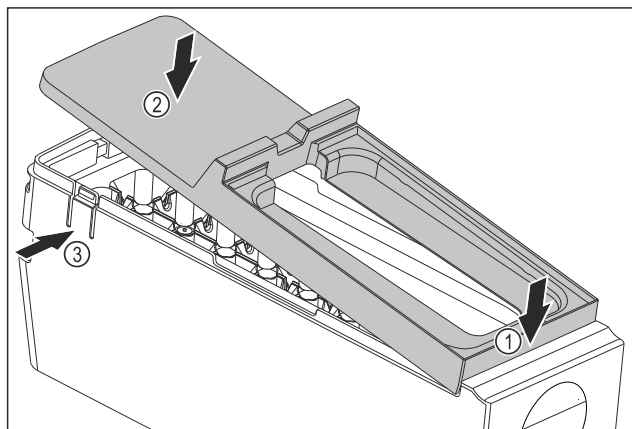

Fig. 123
- Montare la copertura del corpo dell'EasyTwist-Ice: Applicare la copertura sul davanti. Fig. 123 (1)
- Abbassare la copertura sul retro. Fig. 123 (2)
- La copertura si innesta in entrambe le linguette Fig. 123 (3) in modo udibile.